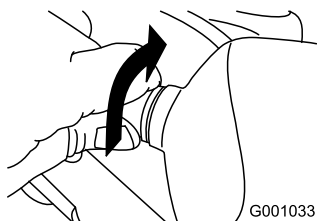

Figure 58
2. Tournez la base de l'ampoule dans le sens antihoraire jusqu'à la butée (Figure 58).